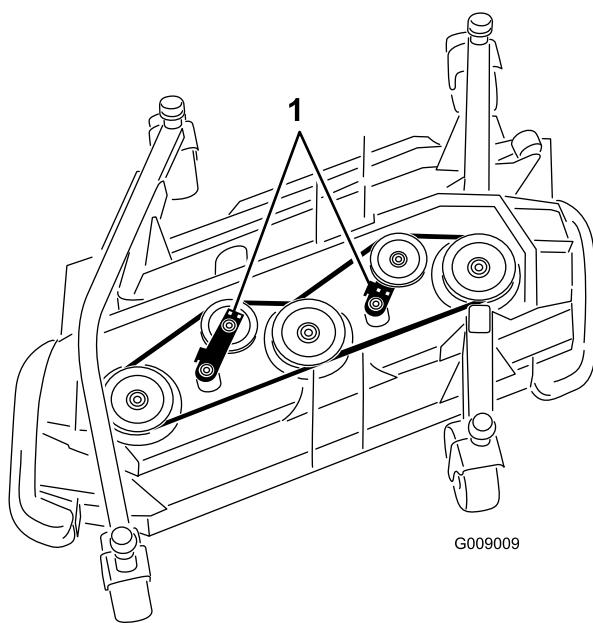

Figure 83
3. À l'aide d'une clé à cliquet ou d'un outil similaire, éloignez les poulies de tension (Figure 83) de la courroie d' entraînement pour détendre cette dernière et pouvoir la déchausser des poulies.